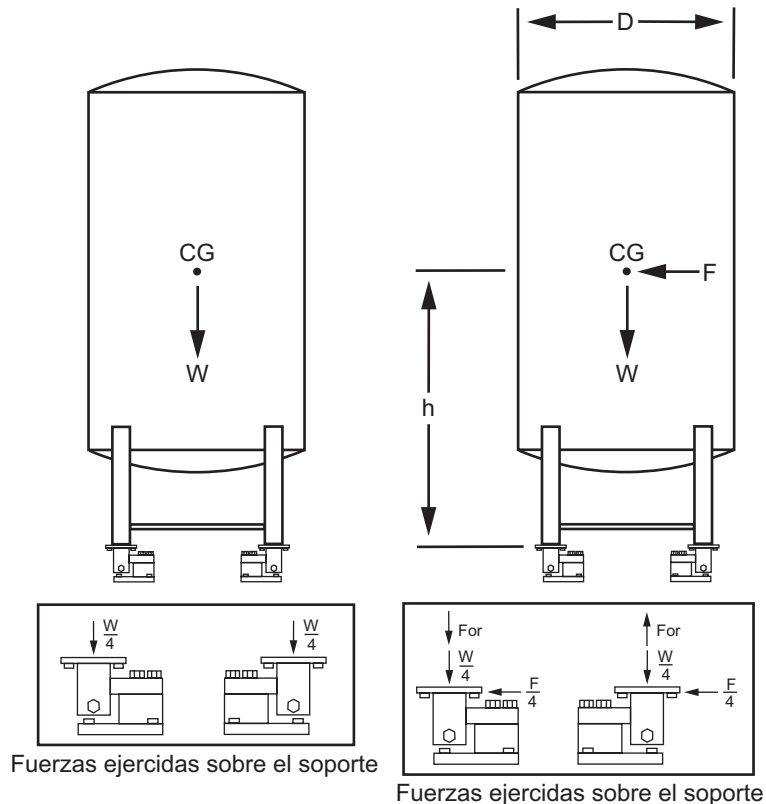

Figura 17-1. Fuerzas externas sobre un recipiente de pesaje
En general, estas fuerzas actúan horizontalmente en el centro de gravedad (CG) del recipiente de pesaje. La Figura 17-1-A ilustra un recipiente cilíndrico vertical de cuatro patas y las fuerzas que actúan sobre él en ausencia de fuerzas eólicas o sísmicas.  $W$  es el peso del recipiente (un recipiente vacío y uno lleno deben considerarse por separado, ya que cualquiera de los dos puede ser el caso límite), y actúa a través del centro de gravedad del recipiente. Suponiendo que las cuatro patas estén dispuestas simétricamente, entonces cada pata ejercerá una fuerza de  $1/4W$  sobre cada soporte.
La Figura 17-1-B ilustra el mismo recipiente con la adición de una fuerza horizontal  $F$  (resultado del viento o de la actividad sísmica). El recipiente ejerce una fuerza horizontal de  $1/4F$  sobre cada soporte de la celda de carga. Además, hay una fuerza adicional de  $F_{0T}$  que actúa sobre los soportes de la celda de carga del lado izquierdo, lo que significa que cada uno soporta ahora una carga de  $1/4W + F_{0T}$ . En los soportes de la celda de carga del lado derecho, también se induce una fuerza de  $F_{0T}$  como resultado de  $F$ , sin embargo, esta fuerza está en la dirección opuesta a la existente  $1/4W$  y la fuerza total aquí se reduce a  $1/4W - F_{0T}$ . Por lo tanto, la carga se está transfiriendo de los soportes de un lado del recipiente a los del otro. La capacidad de la celda de carga seleccionada debe ser capaz de soportar esta fuerza adicional para las fuerzas extremas de viento o sísmicas previstas. Si se aumentara  $F$  hasta un punto en el que  $F_{0T}$  fuera igual a  $W/4$ , entonces habría una carga nula en los soportes derechos y la carga se habría duplicado hasta  $W/2$  en los soportes izquierdos. Un mayor aumento de  $F$  hará que el recipiente se levante sobre los soportes derechos y puede, en el caso extremo, provocar su vuelco.
La relación entre  $F_{0T}$  y  $F$  puede establecerse como sigue para el recipiente mostrado en la Figura 17-1: